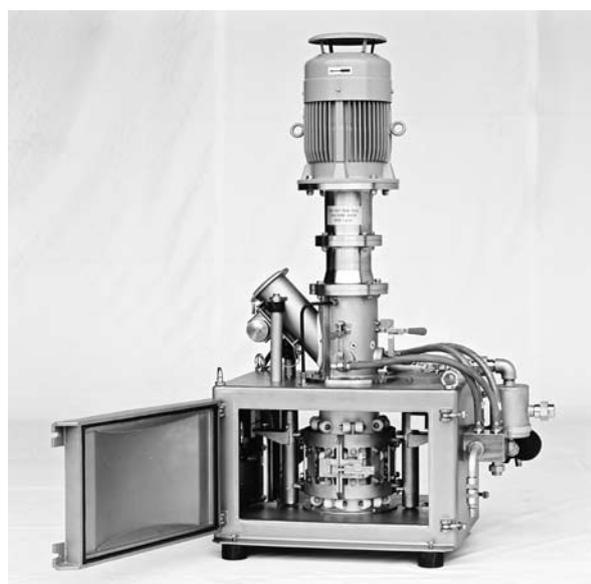

図1 フレキシミックス FXD-160の外観
- Fig. 1 Appearance of FLEXOMIX FDX-160